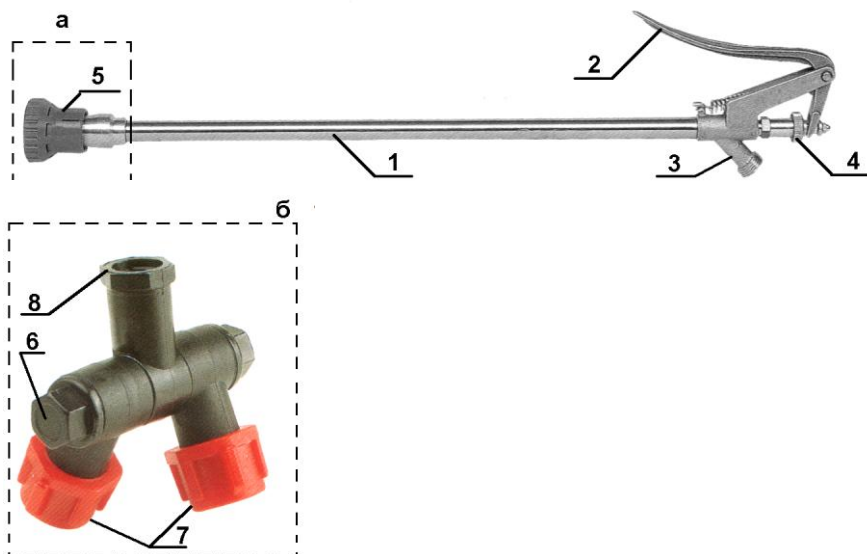

Рис. 3. Гидравлический пистолет с различными распыливающими насадками.
а) вихревой распылитель 5 с регулируемой производительностью и углом конуса факела распыла (на рис.3 установлен на пистолете);
При использовании насадки по варианту рис. 3(а) угол конуса факела распыла регулируется от 0 до 80 град. посредством рычага 2. Большее прижатие рычага к патрубку 1 вызывает уменьшение угла конуса распыла и увеличение дальности полета капель жидкости. Полное прижатие рычага 2 к патрубку 1 приводит к образованию струи с возможностью использования гидравлического пистолета в качестве брандспойта. Фиксирование положения рычага 2 производится гайкой 4.
При использовании насадки по варианту рис. 3(б) угол конуса факела распыла каждого распылителя не регулируется, а производительностью можно управлять, изменяя давление жидкости в системе нагнетания. Суммарный угол распыла двух распылителей регулируется вращением держателей 7 относительно оси 6. Рычаг 2 должен быть максимально прижат к патрубку 1 и зафиксирован гайкой 4.
5.2.11. Проверить отсутствие подкапывания жидкости в местах соединений и работоспособность гидравлического пистолета в течение 5...10 минут. Для этого необходимо нажать на рычаг 2 (рис. 3). Факел, образуемый распылителем не должен иметь видимых струй и пустот.